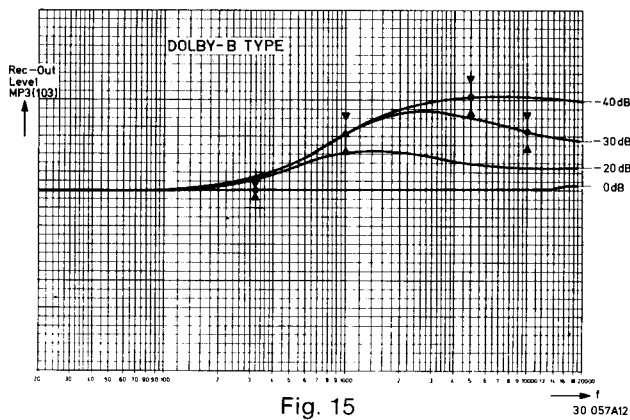
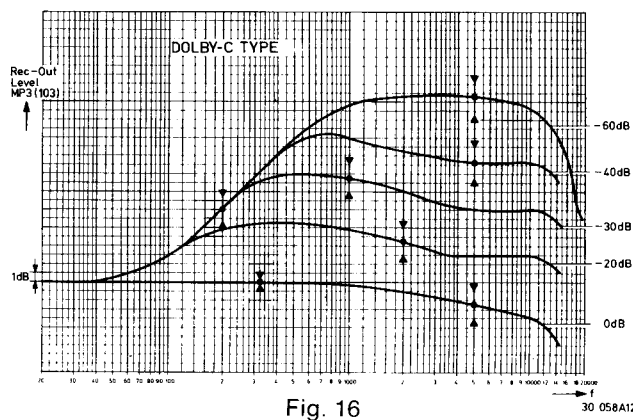

Fig. 15
Fig. 16
- *c — In de grafieken Fig. 15 en Fig. 16 is aangegeven hoe de spanning op MP3 (MP103) rec-out zich gedraagt t.o.v. de spanning op de monitoruitgang BU6 (BU7) bij verschillende ingangsniveaus.
- *c — In den graphischen Darstellungen Fig. 15 und Fig. 16 ist angegeben, wie sich die Spannung an MP3 (MP103) "rec-out" gegenüber der Spannung an dem Monitorausgang BU6 (BU7) bei mehreren Eingangspegeln verhält.
- *c — I grafici Fig. 15 e Fig. 16 fanno apparire il comportamento della tensione su di MP3 (MP103) rec-out nei confronti della tensione di uscita del monitore BU6 (BU7) ai livelli diversi di tensione.